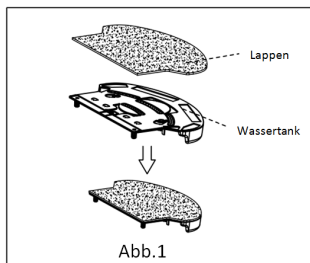

Abb.1
Das Aufkleben des Tuches auf dem Boden des Wassertanks, wie in Abbildung 1, stellen Sie sicher, dass die Seite zum Ankleben und das Wischtuch auf die passende Seiten liegen, und kleben Sie dann das Wischtuch auf seine Klebeseite .
1. Drehen Sie das Gelenk wie in der Abbildung 1 und die Abdeckung zu öffnen.